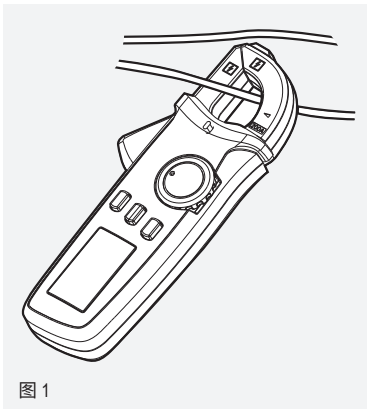

图 1
- 电流钳表只能勾住一根导线 (图 1)。如果勾住多根导线, 则无法获得测量读数。
2. 使用钳头扳机 (8) 打开钳头 (1), 勾住想要测量的导线, 然后慢慢合上钳头直到完全闭合。